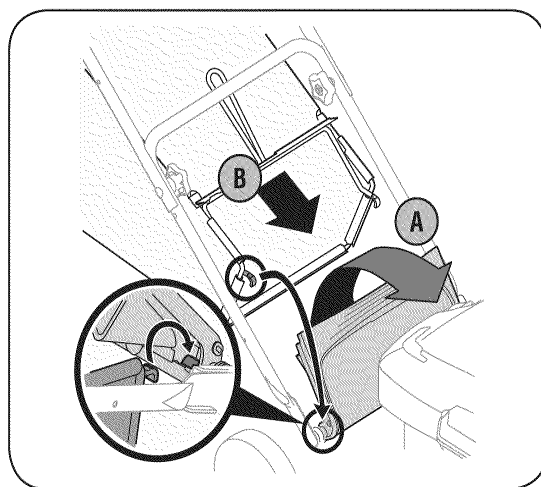

РИС. 6
B. Расположите травосборник в пазах на кронштейнах рукоятки, как показано на Рис. 6. Опустите дверцу выгрузки.